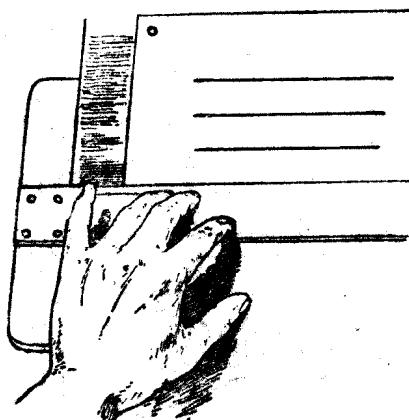

图 25 用丁字尺画水平线
**1. 水平线与铅直线** 将丁字尺尺头沿画图板左边沿滑动至适当位置，用力按住后即可沿尺边画出水平线。丁字尺沿板边滑动，可画出许多平行的水平线，如图 25。使用丁字尺时，只能沿尺身上侧画线，不可沿尺身下侧画线。